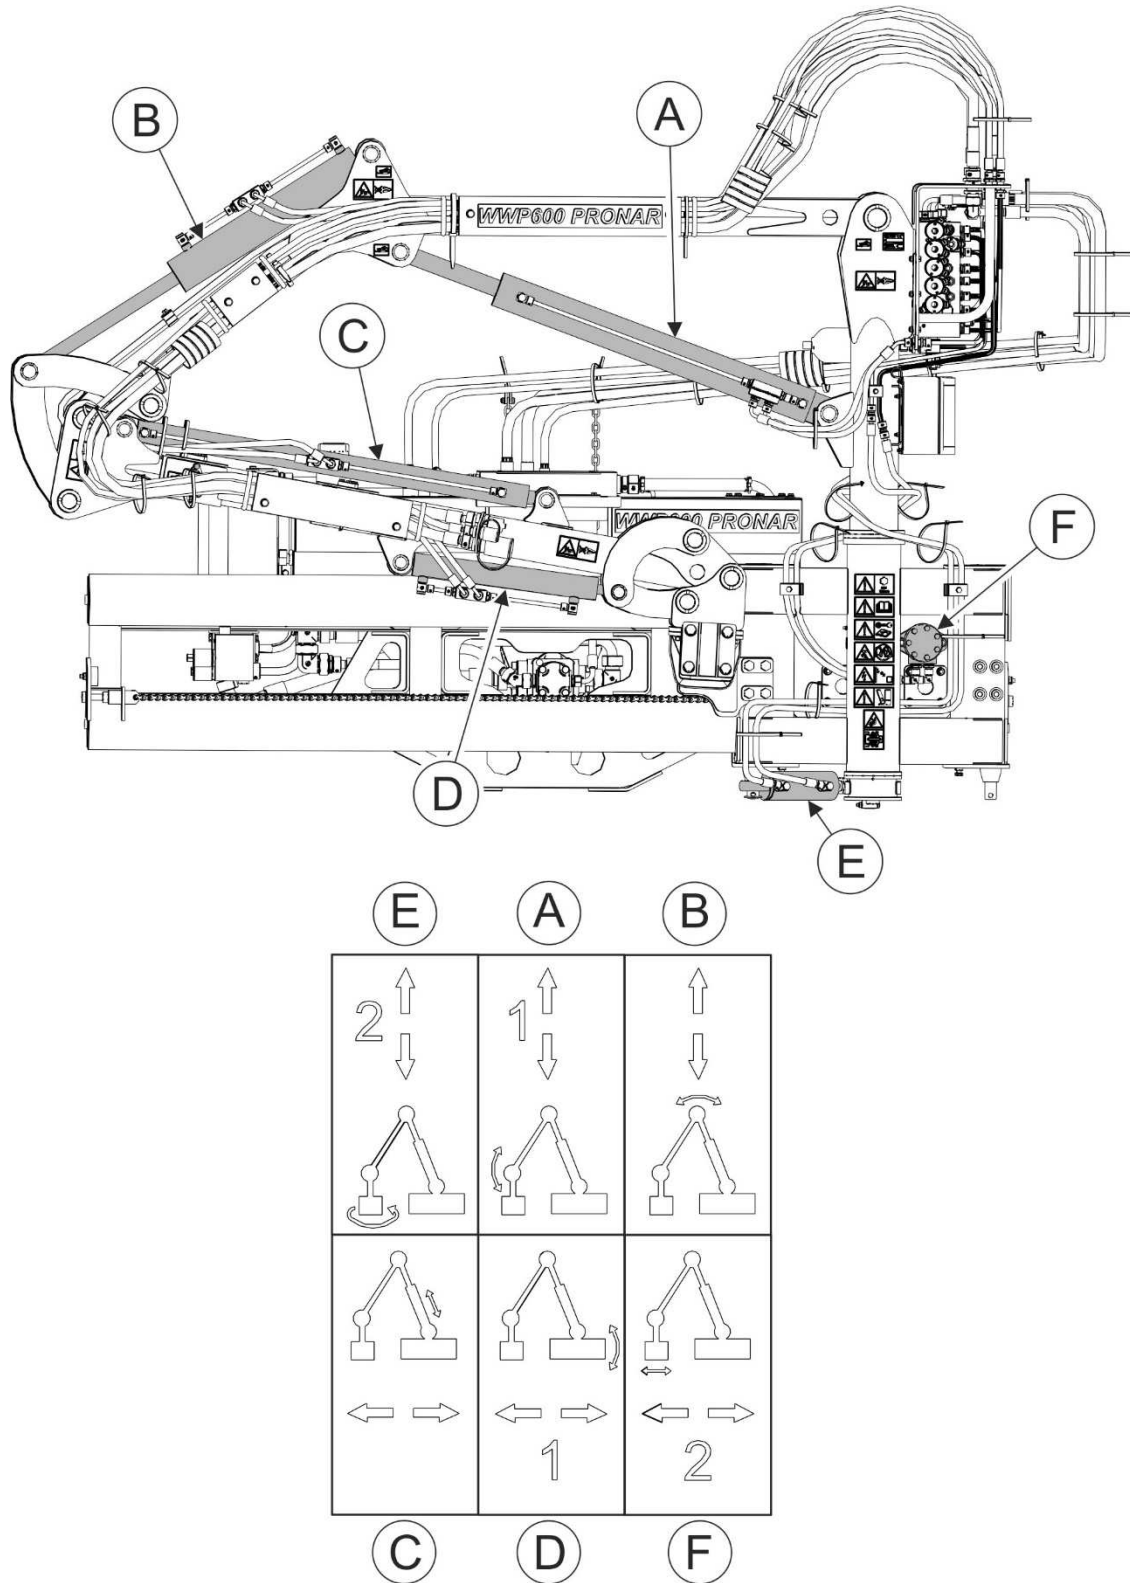

ABBILDUNG 4.6 Piktogramm des Steuerhebels und Steuerung einzelner Zylinder des Multifunktionsauslegers
Am Steuerpult befindet sich das Piktogramm mit dem Schema für die Hebelsteuerung (3) (ABBILDUNG 4.6).